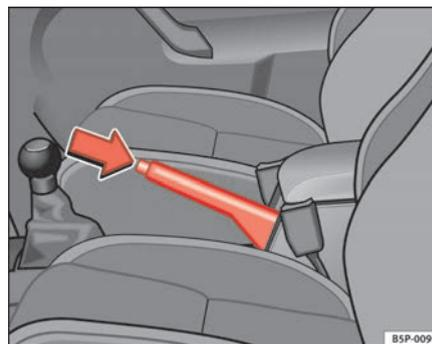

Abb. 146 Handbremse zwischen den Vordersitzen
⇒ Abb. 146.
- Ziehen Sie den Hebel etwas nach oben, drücken Sie den Entriegelungsknopf in Pfeilrichtung ⇒ Abb. 146 und führen Sie den Handbremshebel ganz nach unten ⇒ .